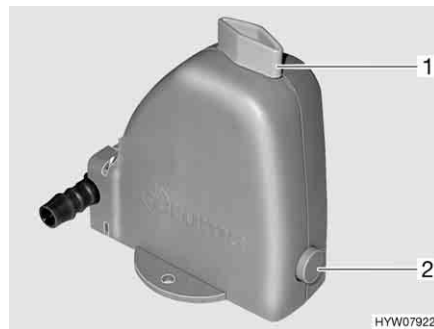

Bild 184 Varmvattenberedarens säkerhets-/avtappningsventil
Varmvattenberedaren är utrustad med en säkerhets-/avtappningsventil (Bild 184). Säkerhets-/avtappningsventilen gör så att vattnet i varmvattenberedaren inte kallnar när det är frost och värmen inte är påslagen.
- Säkerhets-/avtappningsventilen stängs. Ställ vredet (Bild 184,1) diagonalt mot säkerhets-/avtappningsventilen och tryck in tryckknappen (Bild 184,2).
- Öppna säkerhets-/avtappningsventil. Vrid då vredet (Bild 184,1) mot säkerhets-/avtappningsventilen. Tryckknappen (Bild 184,2) skjuts ut. Nu töms varmvattenberedaren via säkerhets-/avtappningsventilen utomhus.